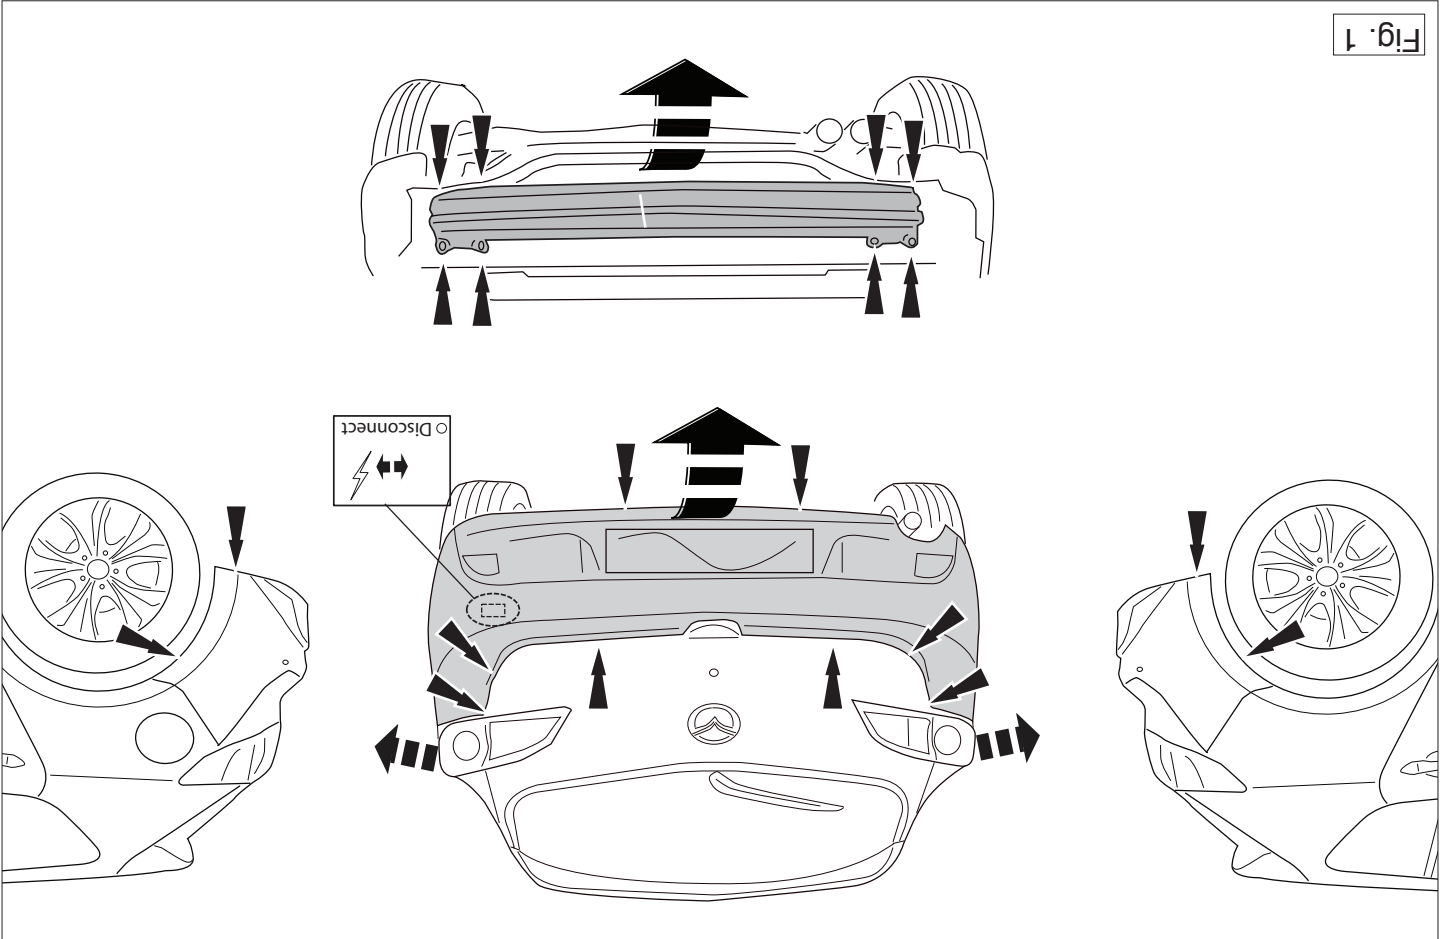

Fig. 1
2. Remove bumper (Torx head screws around each wheel arch, along lower edge of rear panel, beneath each light cluster (light cluster must be removed), and the steel buffer beam from the vehicle. The buffer beam will no longer be needed. Replace the nuts. See figure 1.
2. Die Stoßstange einschließlich des stählernen Stoßbalkens vom Fahrzeug abmontieren. Der Stoßbalken wird nicht mehr benötigt. Die Muttern wieder anbringen. Siehe Abbildung 1,
2. Déposer le pare-chocs du véhicule y compris la traverse en acier ; la traverse ne sera plus utilisée. Remettre les boulons de fixations en place.Voir la figure 1.